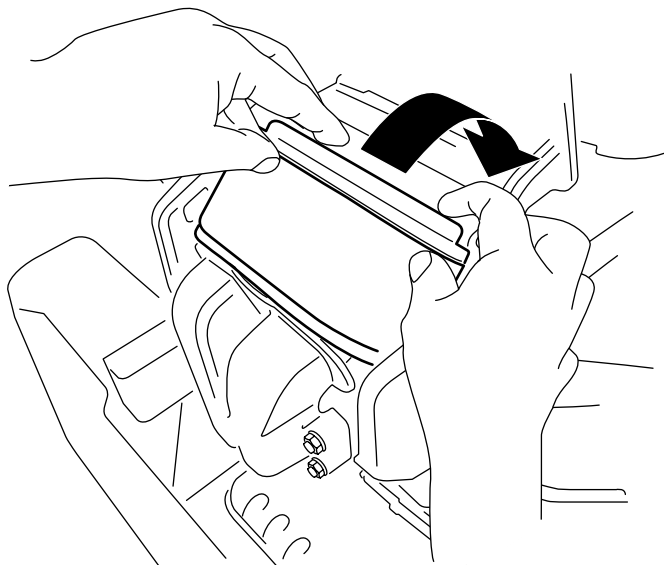

Figura 44
3. Rode o filtro para baixo para a câmara e encaixe completamente contra o coletor (Figura 44).